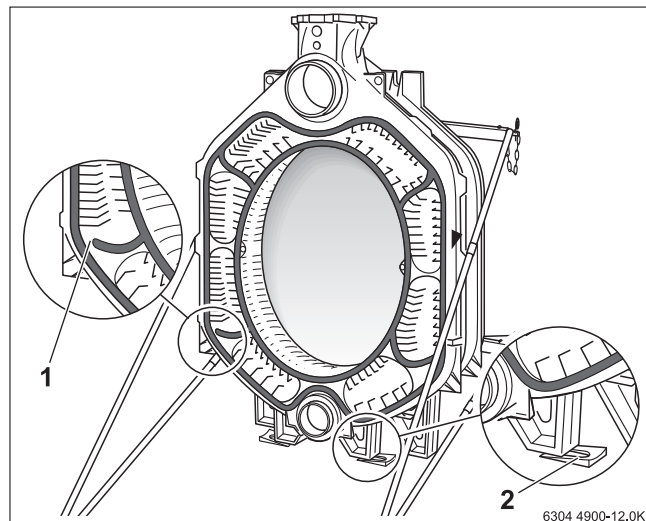

Рис. 17 Применение подкладных клиньев
- ▶ Выровняйте котёл в вертикальной и горизонтальной плоскостях на фундаменте или звукопоглощающей подставке (→ главу 4.3.1, стр. 9). Используйте для этого поставляемые с котлом подкладные клинья (→ рис. 17, стр. 14).